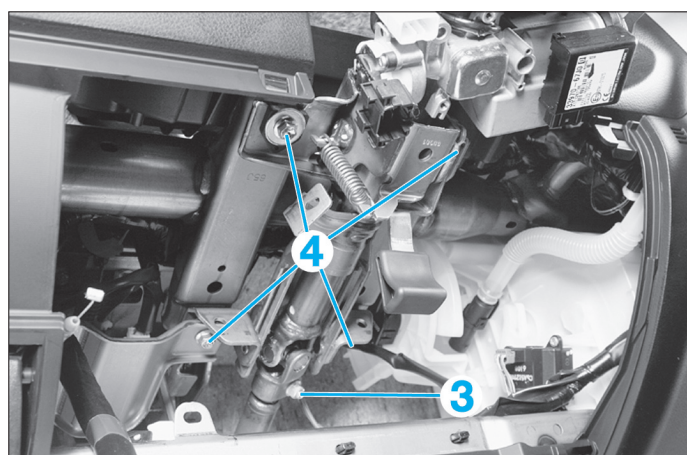

FIG. 9
- Déposer la vis supérieur (3) du joint de cardan de direction (Fig.9).
- Dévisser les quatre vis de maintien (4) de la colonne de direction.